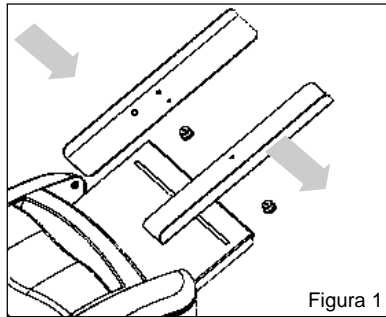
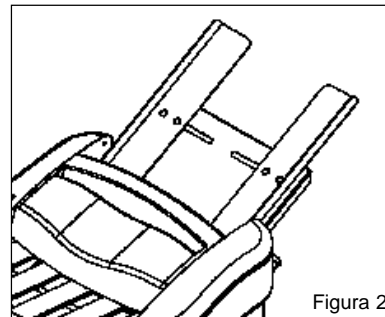

Figura 1
Figura 2
1. Inserire le guide di inserimento nel cassetto di alimentazione come nella figura 1. Rimuovere dalle guide i dadi neri in plastica ed i distanziali. Una volta inserite le guide, sistemare i distanziali sulle guide e avvitare saldamente i dadi neri. Le guide di inserimento dovrebbero essere ora fissate alla macchina piegafogli come nella figura 2.
2. Per montare il cassetto di uscita sono necessari un cacciavite #2 della Philips, i 2 supporti in metallo e i (3) set di